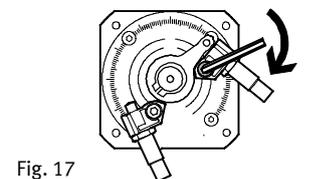

Fig. 17
7. Reapriete el tornillo prisionero del elemento de fijación del amortiguador (Fig. 17) con el siguiente par de apriete (Fig. 18). El dentado del elemento de fijación se introduce en el material del cuerpo únicamente con el par de apriete indicado.